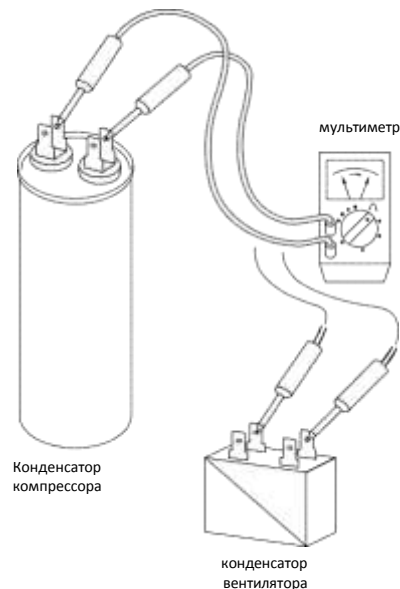

рис. 3
- 1) Отсоедините токоподводящие провода от клемм конденсатора, после чего приложите щупы омметра к клеммам, как показано на рис. 3.